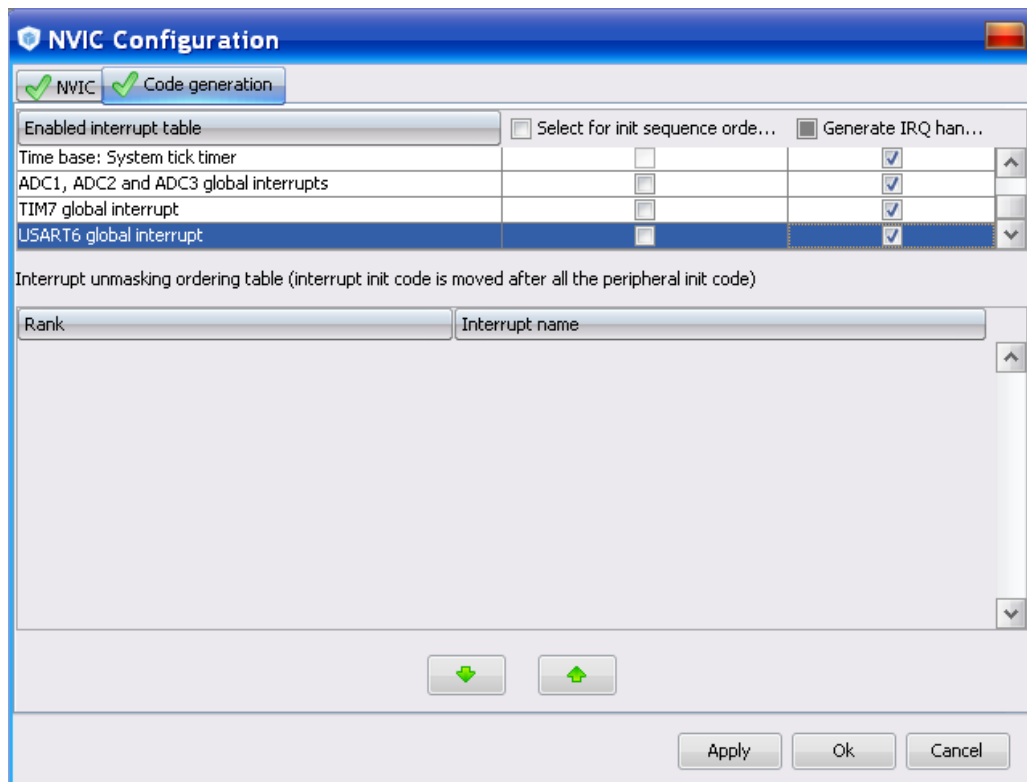

Рисунок 4.10 – Конфігурація налаштувань NVIC
9. Конфігурація налаштувань NVIC (рисунок 4.10) передбачає створення чотирьох обробників переривань, хоча USART6 global interrupt і не буде задіяне. Це потрібне для автоматичного створення відповідної змінної.